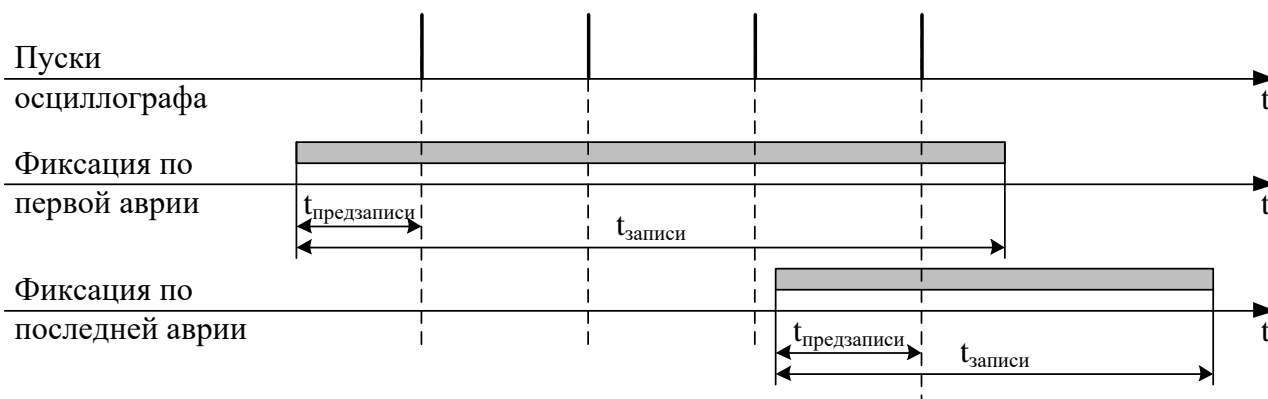

Рисунок 7.2 – Пояснения к значениям параметра «Фиксация»
- «По первой аварии» (рисунок 7.2);
- «По последней аварии» (рисунок 7.2).